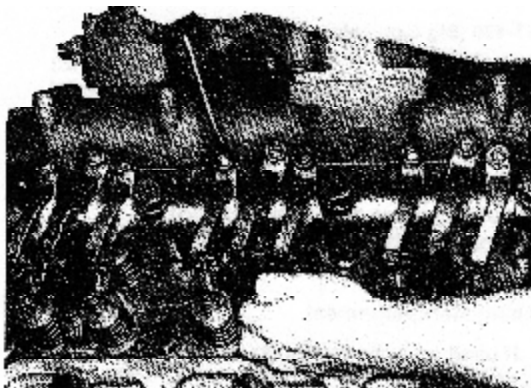

Рис. 2-41. Регулировка клапанов
1. Ослабьте контргайку и замерьте щупом зазор. Рис. 2-41. Величина зазора приводится в Таблице 2-11. Вверните винт до касания коромыслом щупа и